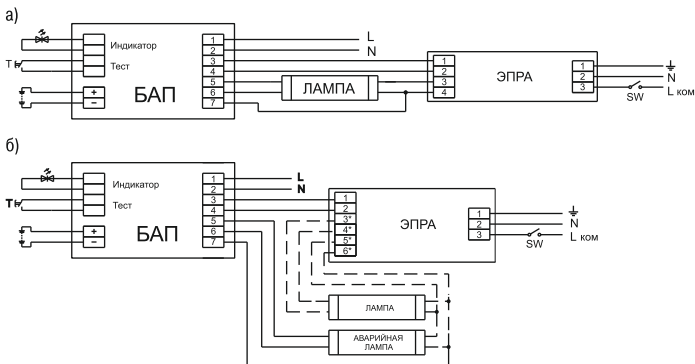

Рисунок 2 – Постоянный режим
4.5 Для подключения БАП к двухламповому светильнику с ЭПРА (рисунок 2б) необходимо:
**ВНИМАНИЕ!** Схема ЭПРА может отличаться от приведенной в текущем паспорте. Контакты ЭПРА «3\*»–«6\*» (рисунок 2б) или контакты ЭПРА «3\*»–«7» подключить к лампам в соответствии со схемой подключения ЭПРА.
Контакты ЭПРА «3\*»–«6\*» (рисунок 2б) или контакты ЭПРА «3\*»–«7» должны быть подключены к лампам в соответствии со схемой подключения, указанной на ЭПРА.